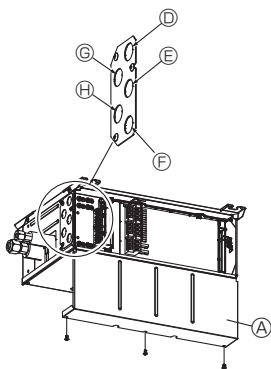

Fig. 8-5
- (5) Réglez les commutateurs DIP. (Reportez-vous à 8.5.)
- (6) Remettez en place le capot électrique.
8.3. Lors de l'utilisation d'un conduit de câblage (Fig. 8-5, 8-6, 8-7)